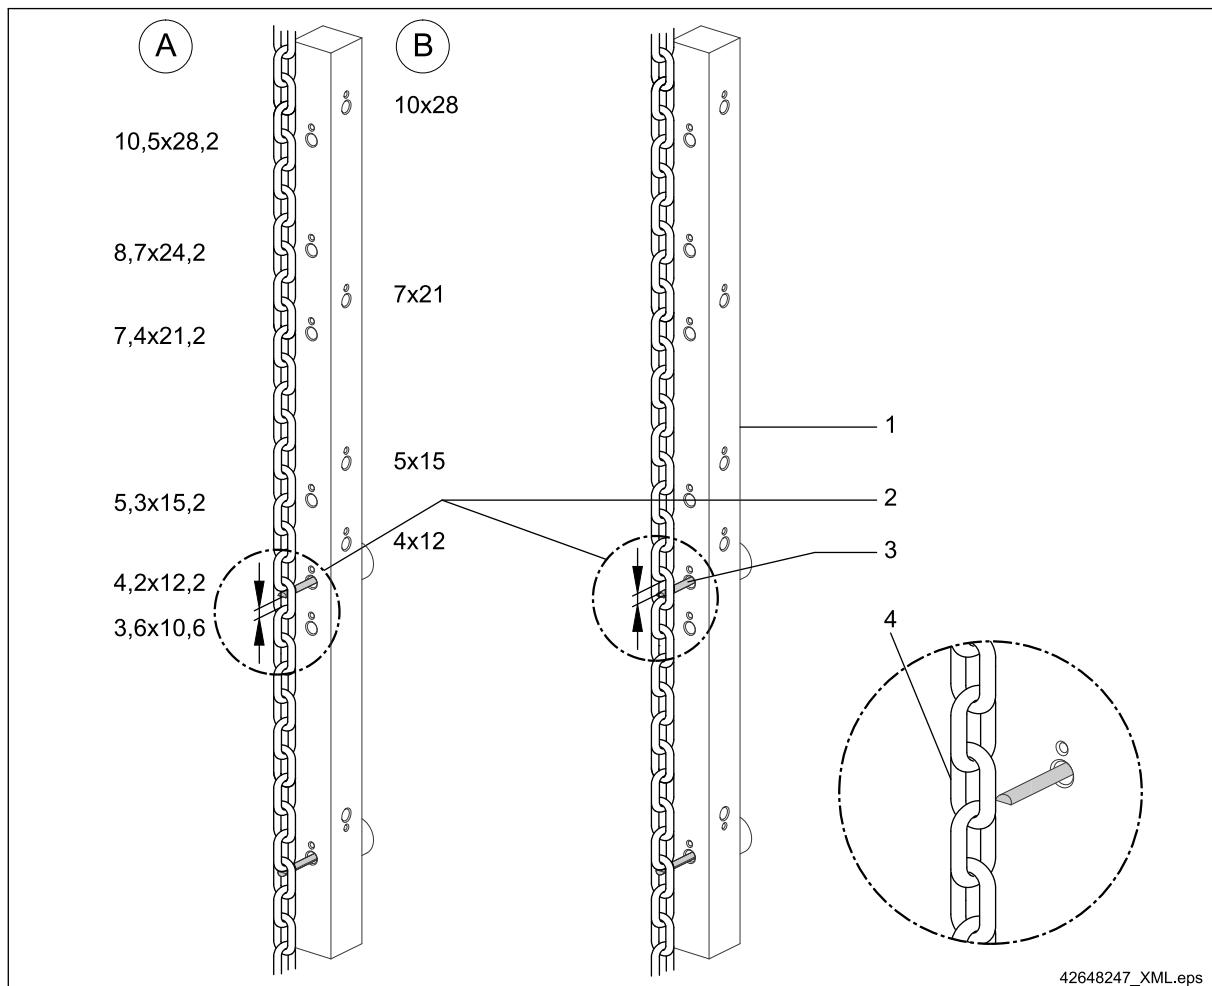

Abb. 50
- über 11 Kettenglieder ⇒ Abb. 50, Seite 76.